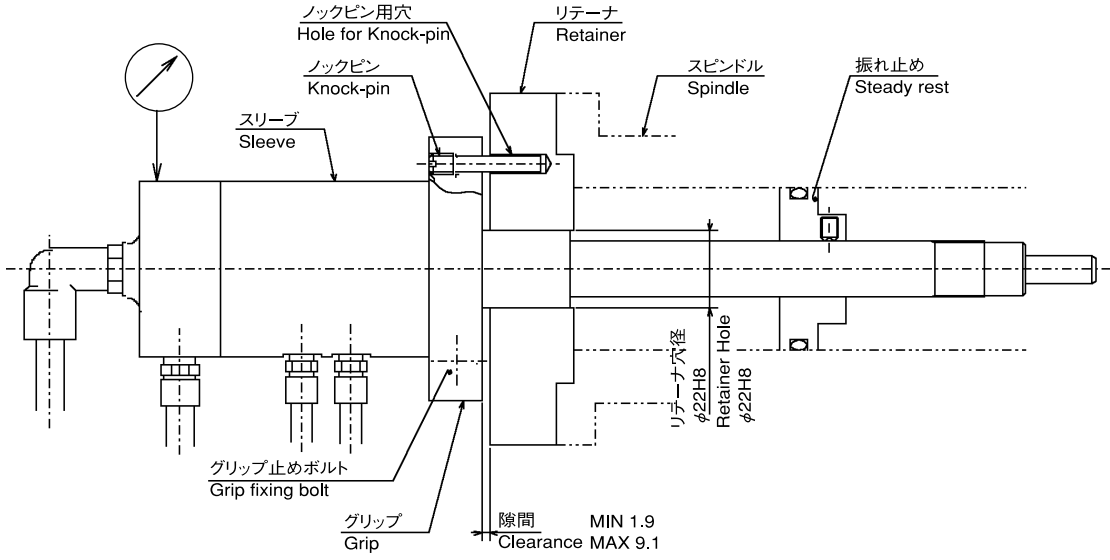

図3 Fig.3
- ① 作業前に必ず機械の主電源を切ってください。
- ② スピンドルにKPCチャックを取り付けてください。
- ③ スピンドルにリテーナを取り付けてください。
- ④ エアフィードチューブのノックピン(2ヶ所)を外してください。
- ⑤ エアフィードチューブをスピンドル内に挿入し、グリップを持って手で回しながらエアフィードチューブ先端のねじをチャックにねじ込んでください。(ねじ込む際は工具などで強く締め付けしないでください。破損の原因となります)
- ⑥ グリップ止めボルトを緩め、リテーナとグリップのノックピン用穴の位相を揃えてください。ノックピン(2ヶ所)を締めこんでエアフィードチューブの回り止めとします。その後、再度グリップ止めボルトを締めてください。
- ⑦ 図3のように、スピンドルを手で回し、スリーブ後端の振れが0.12以下であることを確認してください。
7. As shown in Fig. 3, rotate the spindle by hand to check that the run-out at the back end of the sleeve is 0.12 or less.
- LR長さが600mm以上の場合、図3のように振れ止め止めを設けること。振れ止めを設けないと振動によりエアフィードチューブの破損を招く恐れがあり、チャックへのエア供給が遮断され、工作物が飛散し危険。
- When LR length is 600 mm or more, prepare the steady rest as shown as Fig.3. If the steady rest is not prepared, a feed tube may be damaged by vibration, this is dangerous as the workpiece will fly out.
- 旋盤主軸回転数を100~200min⁻¹で回転させ (1分以上)、順次回転数を上げます。回転振動がある時は、チャックアダプタ及びリテーナの振れ (図2および図3) を再点検する必要があります。
- Rotate the lathe spindle at 100 to 200 min⁻¹s for one minute and gradually raise revolutions. If vibration occurs during revolution, recheck the run-out of the adapter and retainer (Refer to Fig. 2 and Fig. 3).